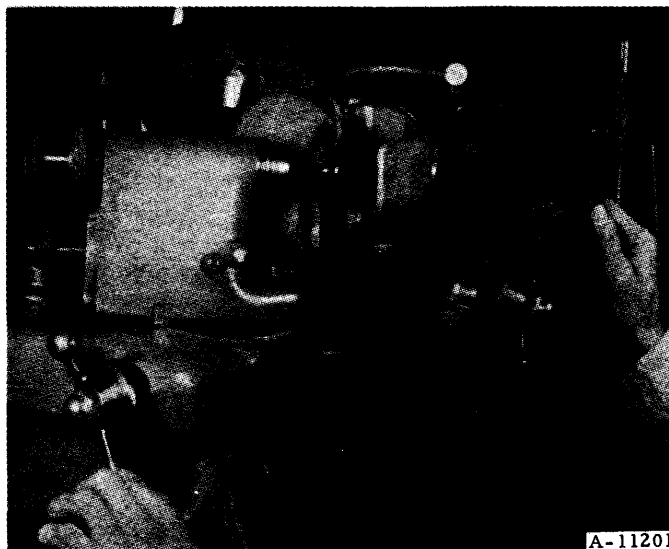

Fig. 29.- Rectification d'une soupape
- Si besoin est, rectifiez la tête de soupape à l'aide d'une rectifieuse de soupape (fig. 29).